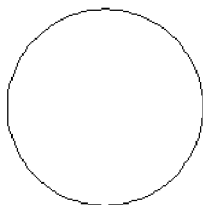
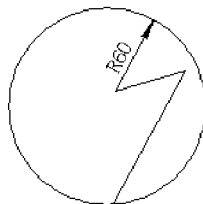

图 3.18 原图
图 3.19 标注折弯尺寸
- (1) 单击“折弯”标注按钮, 选择要标注的两个圆弧对象。
- (2) 移动光标会出现标注线及尺寸，移至适当位置后单击鼠标左键即可完成该对象的尺寸标注。图 3.18 所示为原图，图 3.19 所示为标注折弯尺寸后效果。